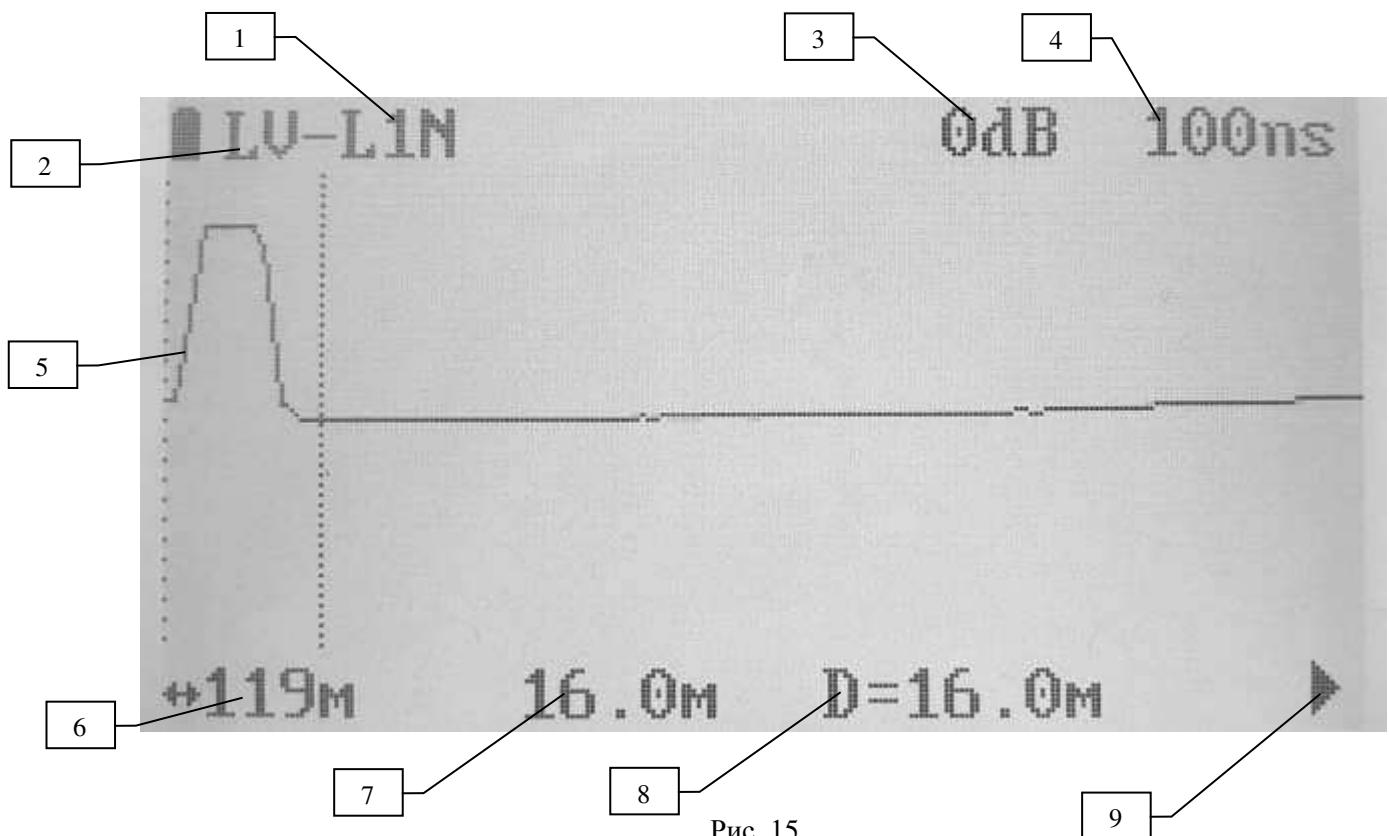

Рис. 15
Вид экрана показан на рис.15
При желании, оператор, нажимая кнопки «Длительность импульса», «Масштаб X» или «Усиление» может добиться более читаемой рефлектограммы и кнопками «◀◀», «▶▶» (15 и 12, рис. 1) и «◀◀◀», «▶▶▶» (16 и 11, рис. 1) установить курсор №1 в начало зондирующего импульса, а курсор №2 в интересующую точку рефлектограммы, произвести отсчет расстояния (D=16,0 м рис.15). Смена активизации курсоров производится нажатием кнопки «▼» (14, рис. 1) (активный курсор индицируется более плотной линией). Нажимая кнопку «След. линия» (6, рис. 1) оператор может просмотреть все возможные комбинации подключений прибора: L1 N; L2 N; L3 N; L1 L2; L1 L3; L2 L3.
- кнопками «◀, ▶, ▼, ▾» установить текущую дату и время (рис. 15)